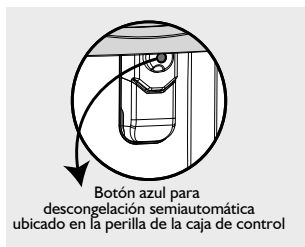

Figura 40
- Oprimir el botón ubicado en el centro de la perilla de la caja control hasta que haga click y luego cierre la puerta de su refrigerador. Figura 40.